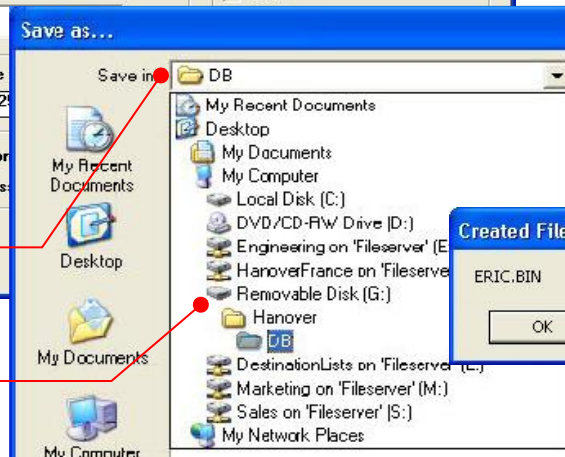
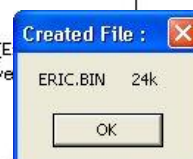

Abbildung 22
Abbildung 23
- Schließen Sie den USB-Stick an den Computer an und öffnen Sie das Laufwerk. In Abbildung 22 wird der Stick als **Removable Disk (G:)** angezeigt
- Erstellen Sie auf dem USB-Stick einen Ordner mit dem Namen „**Hanover**“. Öffnen Sie den Ordner und erstellen Sie einen weiteren Ordner mit dem Namen „**DB**“ (Beispiel Abbildung 22 unten). Schließen Sie das Fenster anschließend
- Öffnen Sie den „**DB**“-Ordner auf dem USB-Stick (Abbildung 22) und klicken Sie auf **Save**. Ein kleines Eric.Bin-File-Fenster wird geöffnet (Abbildung 23) und zeigt die Dateigröße an. Der USB-Stick ist jetzt für den automatischen Download auf den DG3-Controller bereit.